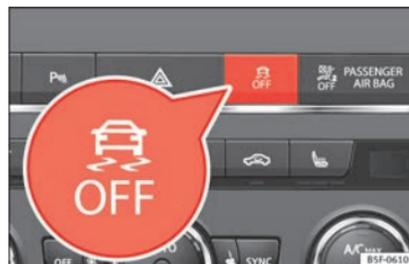

Abb. 197 Mittelkonsole: Taste zum Ein-/Ausschalten von ESC und ASR
- Taste  » **Abb. 197** etwa 1 Sekunde lang drücken, um den ESC Sportmodus einzuschalten.
- Die Taste  » **Abb. 197** länger als 3 Sekunden drücken, und die elektronische Stabilitätskontrolle (ESC) wird einschließlich ASR ausgeschaltet. Im Display des Kombiinstruments schaltet sich die Kontrollleuchte  ein und **ESC OFF** wird dauerhaft eingeblendet.
- Die Funktion ASR und die elektronische Stabilitätskontrolle ESC werden durch Drücken der Taste  » **Abb. 197** wieder eingeschaltet.